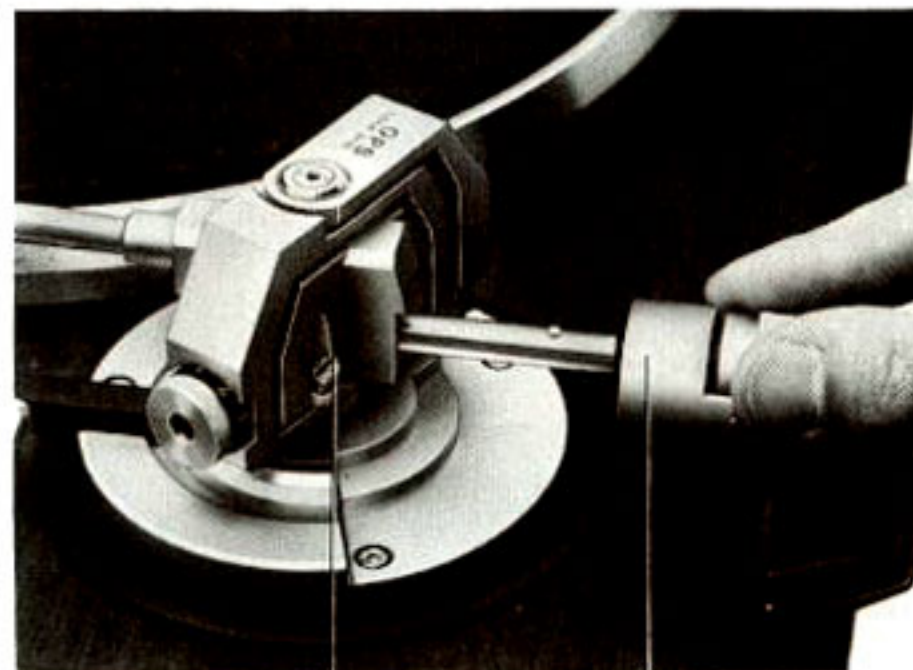

Fig. 4
3. Tonarm-Balancegewicht **3** aus der Verpackung nehmen und so auf Tonarm schieben, daß die sichtbare Broncefeder unter die Anflachung des Tonarmrohres kommt (Fig. 4).